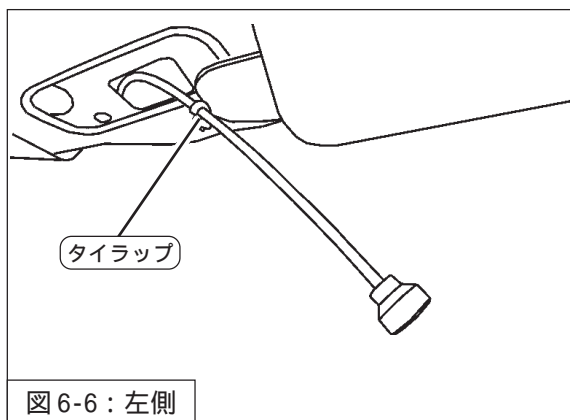
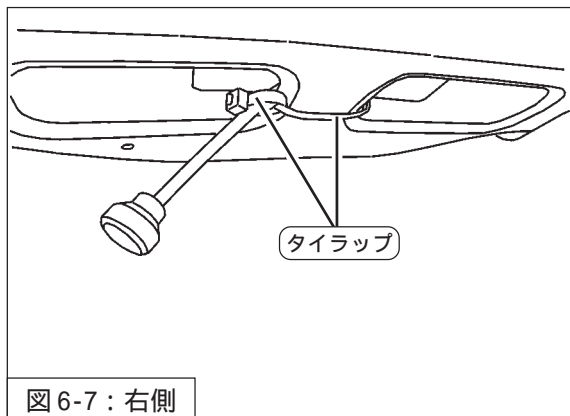

図6-6：左側
図6-7：右側
5. タイラップ（同梱品）を使用して、ケーブルを車両に固定してください。（図6-6・図6-7）